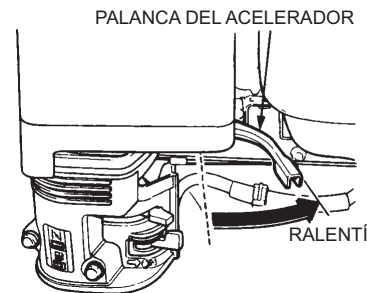

Figura 16. Palanca del acelerador (ralentí)
3. Ponga la palanca de corte de combustible (vea la Figura 16) en la posición **CERRADA**.